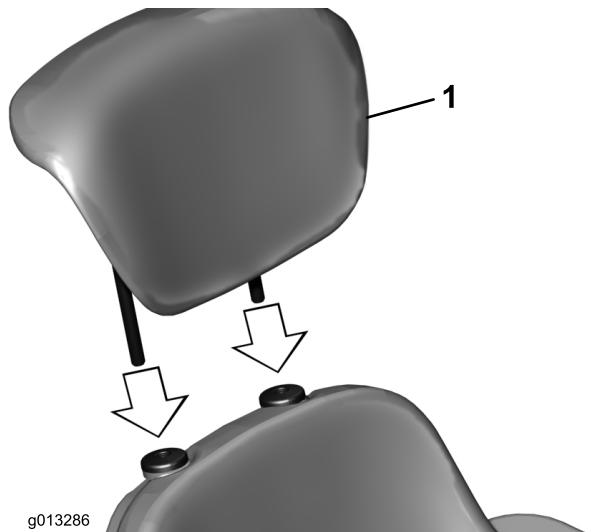

Figura 4
- Inserite i tubi di prolungamento dello schienale nelle boccole e regolateli all'altezza desiderata (Figura 4).